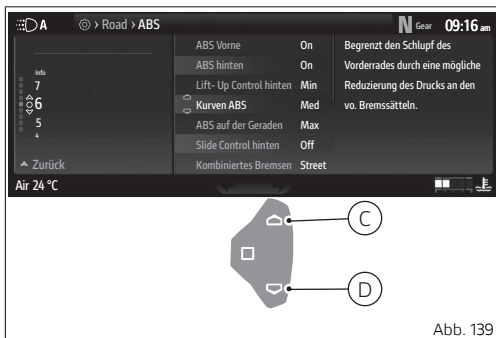

Abb. 139
Über die Tasten (C) und (D) für das Schnellumschalten können die Beschreibungen durchgescrollt werden, die das Cockpit für jedes Element des ABS anzeigt. Im Beispiel wird die Beschreibung für das „Kurven ABS“ (Abb. 139 S.173) dargestellt.